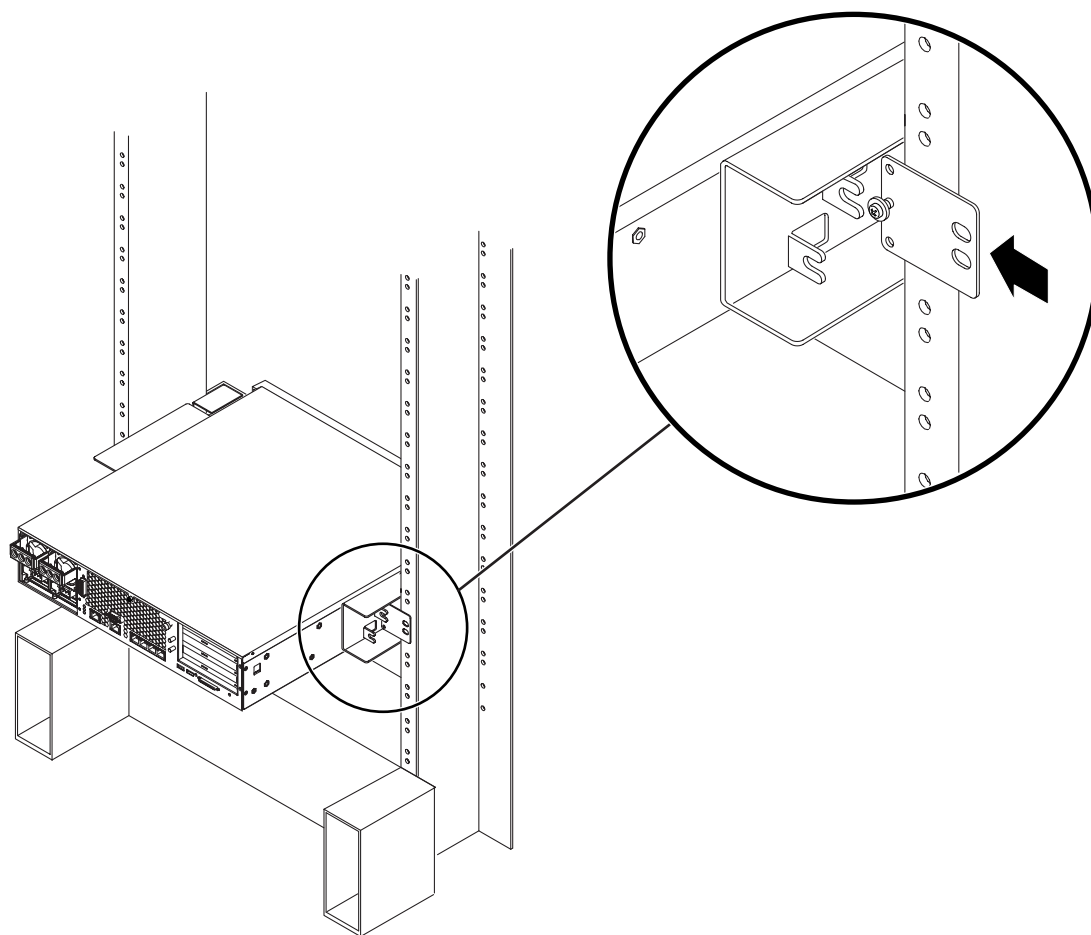

BILD 3-28 Installera fästplåten i sidoskenan
- b. Skjut in fästplåten så att skruven skjuts in i något av hålen. Skruvens huvud ska vara riktat mot serverns baksida och den andra sidan av fästplåten ska ligga framför rackbenet (BILD 3-28).
- c. Skruva åt skruven så att fästplåten sitter fast i hålet på sidoskenan (BILD 3-28).